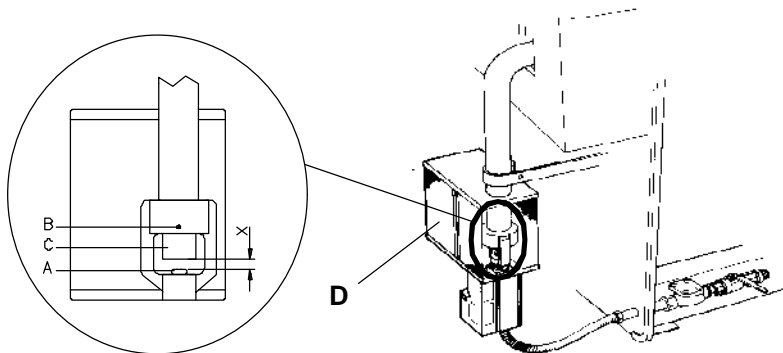

fig. 23 A
- Adaptar la electroválvula al tipo de gas, para ello extraer la tapa roscada (**fig.23/E**) e introducir la pieza interior (CONVERTER) según el sentido indicado en el recuadro (**fig.23/F**), volver a colocar la tapa roscada (**fig.23/E**).
- Adapter l'electrovanne au type de gaz, enlever le couvercle filetage (**fig. 23/E**) et insérer la pièce intérieure (CONVERTER) suivant le sens indiqué sur l'entrefilet (**fig. 23/F**), replacer le couvercle filetage (**fig. 23/E**).
ORIGIN DISTANCES CHART FOR THE VENTURI (X DISTANCE (fig. 23 A) FOR COMBUSTION AIR SHUTTER INLET
TABLA DE ACOTACIONES DE ORIGEN DEL VENTURI (COTA X (fig. 23 A) PARA LA ENTRADA DEL AIRE PRIMARIO DE COMBUSTION
TABLEAU DE COTES D'ORIGINE DU VENTURI (COTE X (fig. 23 A) POUR L'ENTREE DE L'AIR PRIMAIRE DE COMBUSTION
MODEL MODELO MODELE	ORIGIN X DISTANCE COTA X DE ORIGEN (fig. 23 A) COTE X D'ORIGINE